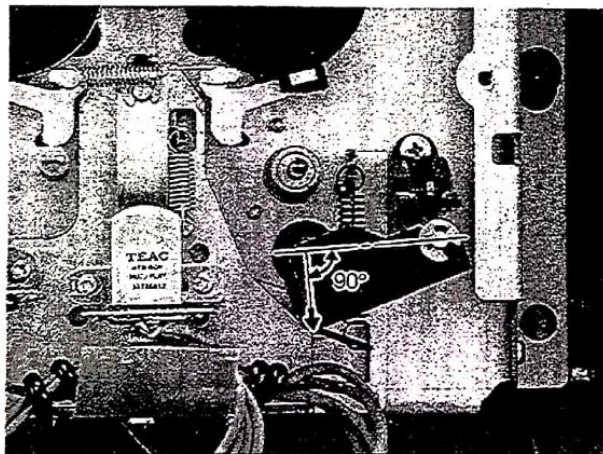

Fig. 4-1 図4-1
4. Pull the spring scale in direction indicated in Figure 4-1 until the pinch roller fully loses contact with the capstan shaft ; then slowly ease the scale so the pinch roller moves back toward the capstan shaft.
4. ピンチ・ローラが、キャプスタン・シャフトから完全に離れるように秤を矢印の方向(図4-1)に引張った後、ピンチ・ローラがキャプスタン・シャフトに接触するように徐々に戻す。